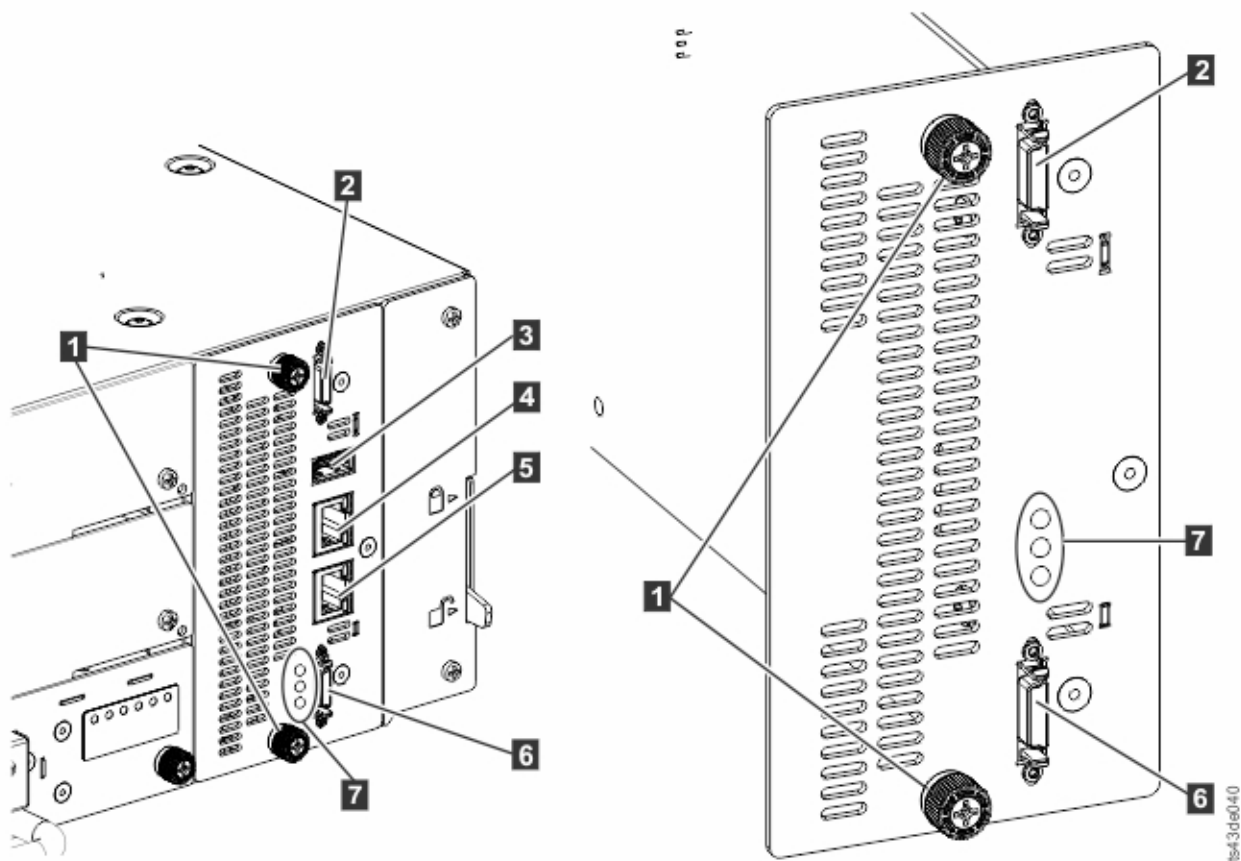

Figura 69. Componentes de la tarjeta controladora
3. Extraiga los cables Ethernet (4 y 5) y el cable USB (3), si está presente. (Un módulo de expansión no tiene puertos USB o Ethernet. Consulte Figura 69 en la página 165).
4. Afloje los dos tornillos de mariposa de color azul (1) en el controlador.
3. Apriete los tornillos de mariposa de color azul (1) con los dedos para asegurarlo al módulo.
4. Sustituya los cables de interconexión de expansión (2 y 6), el cable o cables Ethernet (4 y 5), y el cable USB (3) que se han eliminado anteriormente. (Un módulo de expansión no tiene puertos USB o Ethernet. Consulte Figura 69 en la página 165).